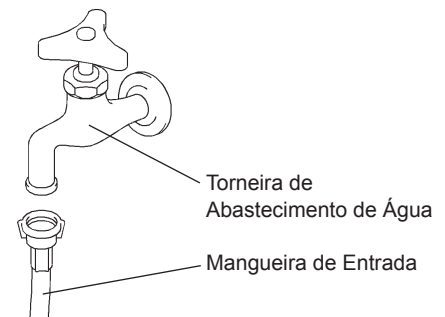

Fig. 4
- 1) Conecte a extremidade livre da mangueira de entrada à válvula de parada (Fig. 4), observando que a máquina esteja corretamente posicionada. Aperte manualmente o suficiente para apresentar juntas sem vazamento. É uma precaução sábia ter a válvula de parada com acesso fácil.